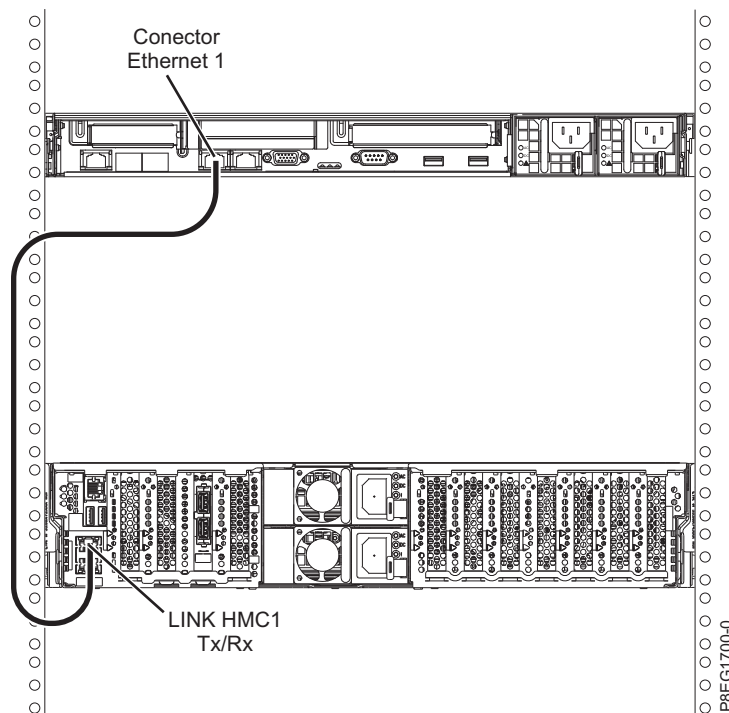

Figura 17. Conectando o HMC ao sistema gerenciado
1. Se você deseja conectar diretamente o seu HMC ao sistema gerenciado, conecte o **Conector Ethernet 1** no HMC à porta **HMC1** no sistema gerenciado. Consulte Figura 17.